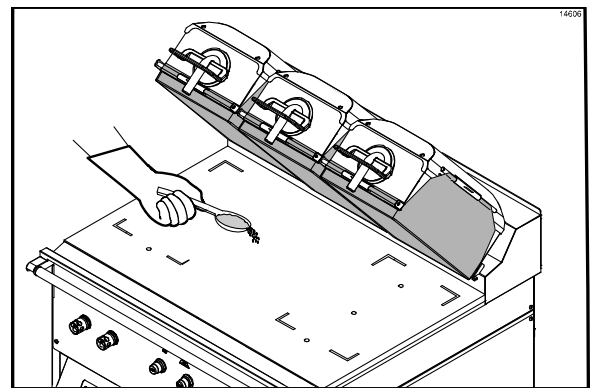

Abbildung 14
5. Zwei gestrichene Limonadenlöffel Sojahaftflocken auf die warme 1-m-Grillfläche verteilen und schmelzen lassen. (Siehe Abbildung 14.)